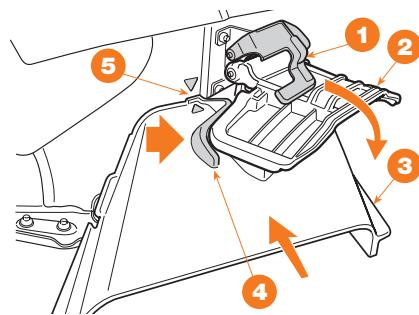

Рис. 14
- Поднять предохранительный рычаг ① и защиту бокового выброса ② (Рис. 14).
- Закрепить боковой желоб для выброса ③ и опустить защиту ②, удостоверившись, что онаочно прикреплена к выступам ④ желоба.
- В правильности монтажа бокового желоба для выброса можно удостовериться по соосному положению двух стрелок ⑤. Затем прикрепить контейнер для сбора травы.